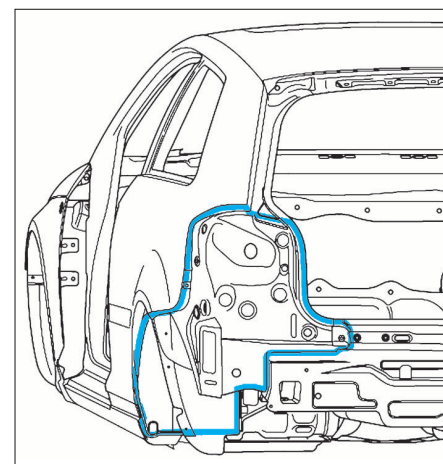

FIG. 37
- Détacher l'assemblage d'origine (Fig.37).